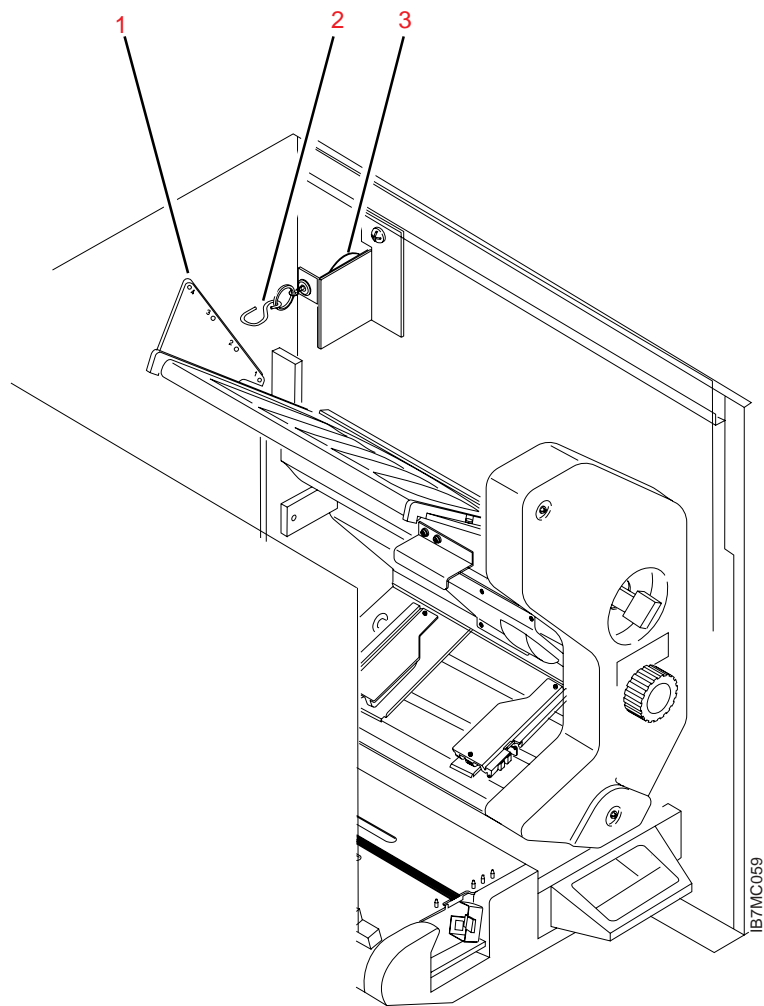

图 113. 上张力臂弹性
第 299 页的图 113 显示了上张力臂托架 (1)、弹簧钩 (2) 和卷带轴组合件 (3) 的位置。